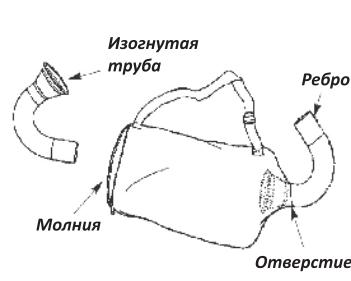

Рис. 4
- Протолкните тонкий конец изогнутой трубы в отверстие мешка до фиксации мешка на её конусной части (Рис. 4).